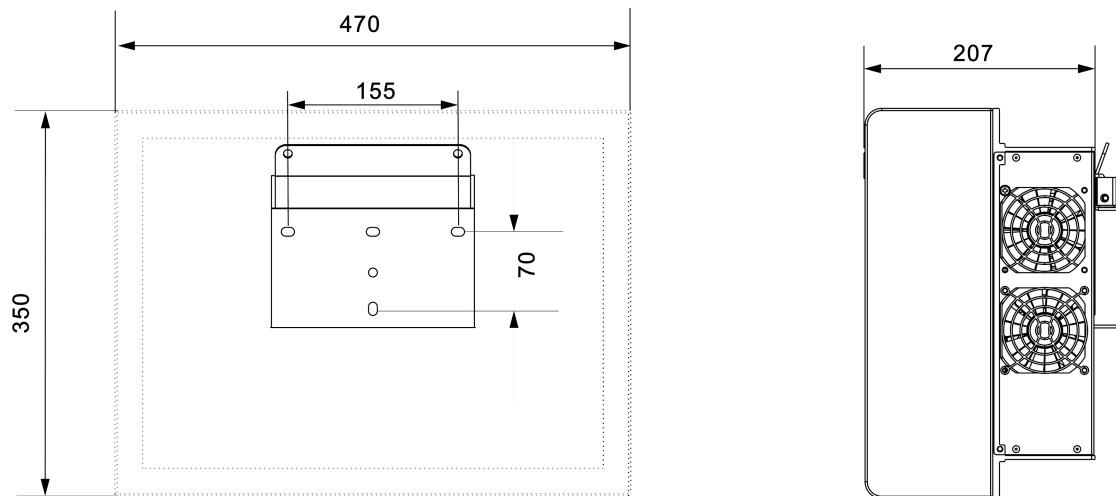

图 2-6 安装背板尺寸图
**步骤 1** 根据图 2-6 所示的逆变器安装尺寸图(或安装背板)确定打孔位置, 并使用记号笔标记。